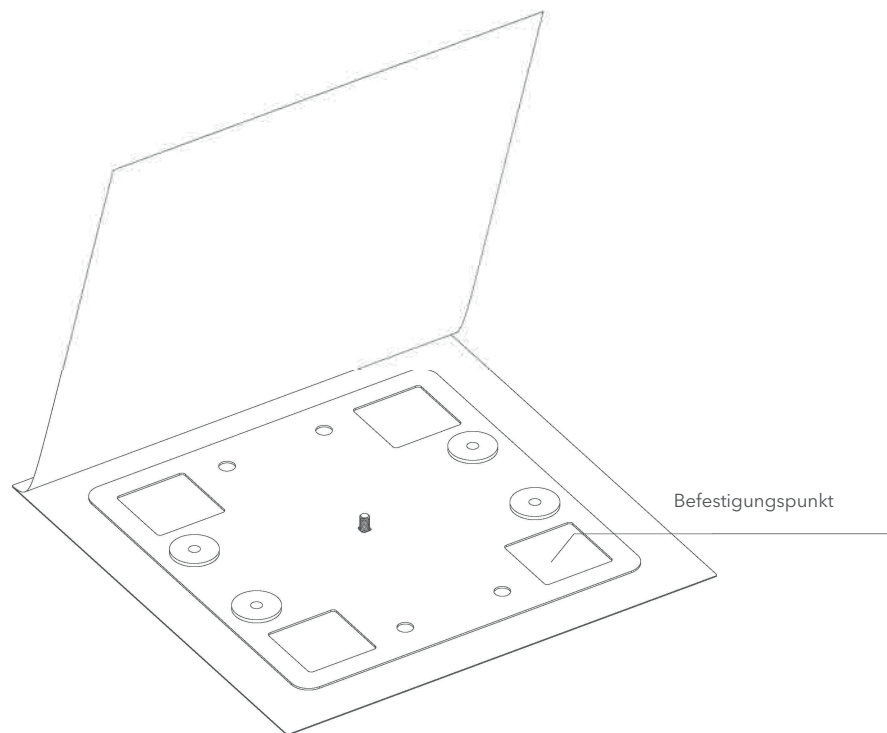

Abb. 4. Membranschweißen an Befestigungspunkten
- 3** Pressen Sie die Membran in den Abmessungen 510 x 510 mm an. Bohren Sie Löcher für Schlossbolzen ein. Schweißen Sie die Membran an vier Befestigungspunkten und 50 mm rund um die gesamte Befestigungsplatte (Abb. 4).